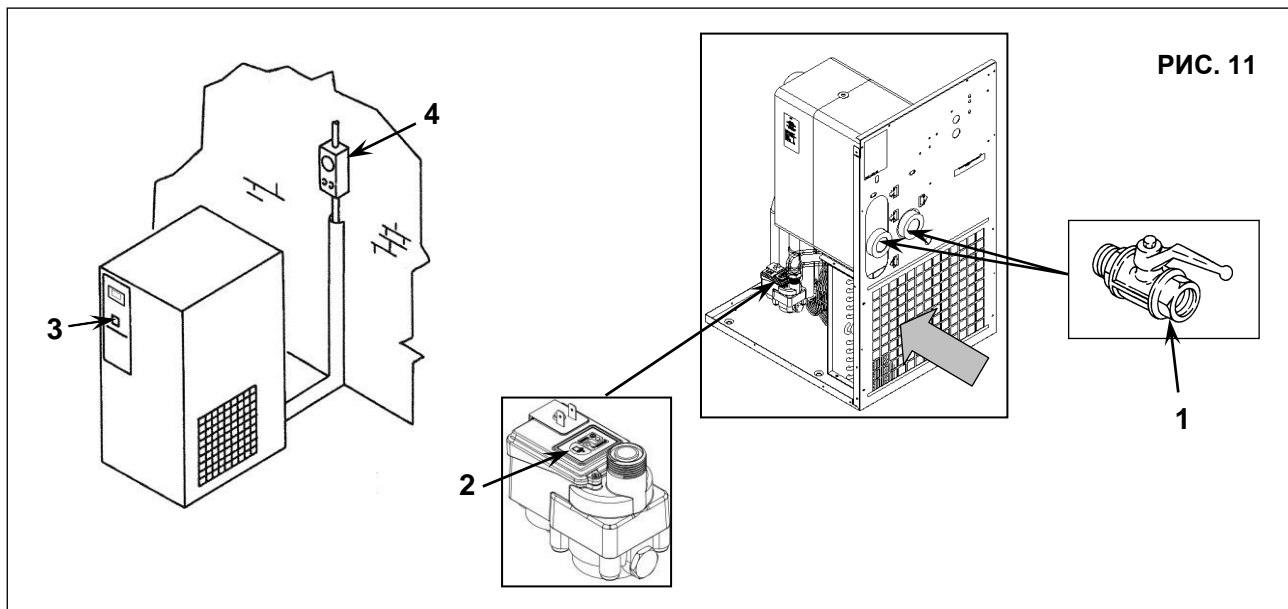

РИС. 11
- Закройте краны, поз. 1, рис. 11
- Сбросьте давление в осушителе, нажав кнопку слива конденсата “TEST”, расположенную на пароотделителе, поз. 1, рис. 11
- Привести выключатель в положение «0», поз. 3 рис. 11
- Отключить питание с помощью рубильника, поз. 4 рис. 11.